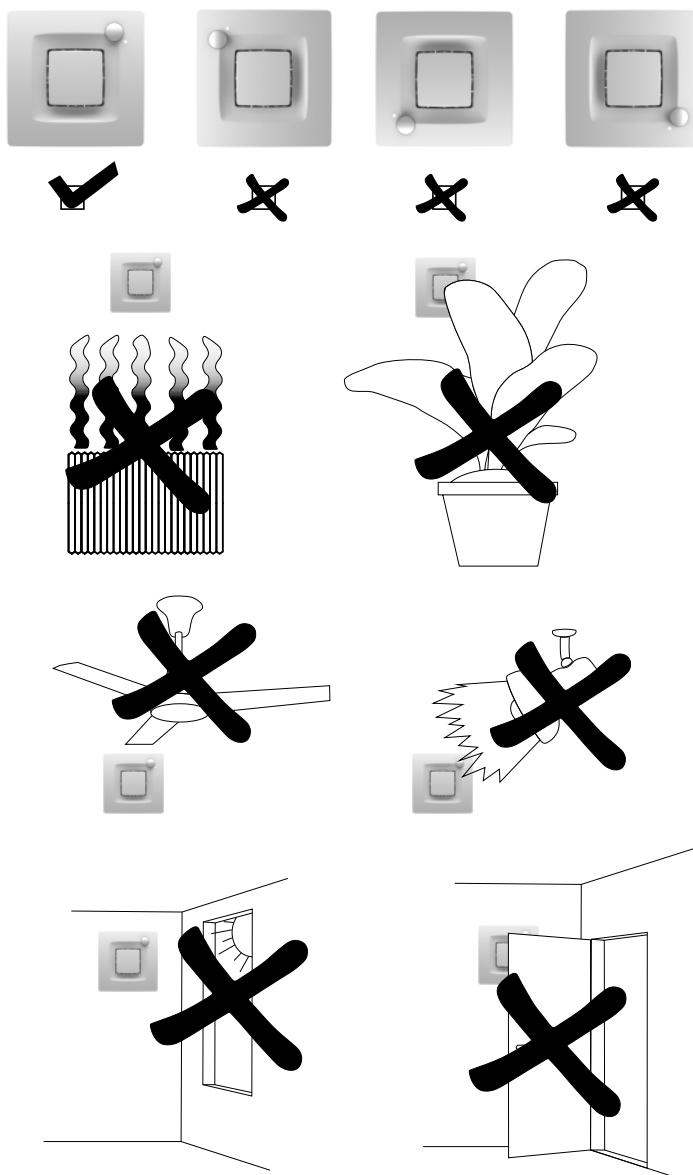

Fig. 3
**El SILENT DUAL está equipado de un detector de presencia por infrarrojo. Para que funcione correctamente, el extractor tiene que instalarse de tal manera que la detección se pueda realizar fácilmente, evitando las situaciones indicadas en la fig.3.**